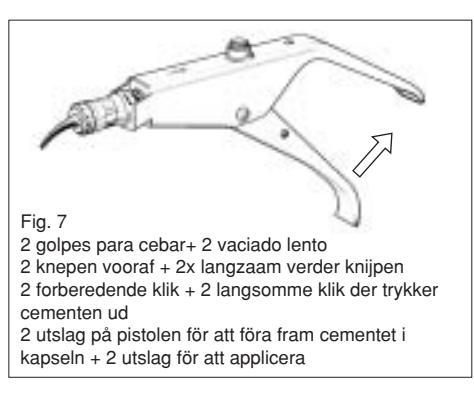

Fig. 7
b) Premere due volte la leva per innescare la capsula. Premere lentamente la leva una terza volta per controllare che il cemento fuoriesca dall'ugello. Posizionare l'ugello della capsula nel restaura o nella cavità dentale preparata e premere lentamente una quarta volta per estrarre uniformemente il cemento (Fig. 7). Evitare di premere l'applicatore con troppa forza.
b) Dar 2 golpes con la palanca para cebar (preparar) la cápsula. Dar el tercer golpe despacio para controlar si el cemento está saliendo de la boquilla. Poner la boquilla de la cápsula, directamente, en la restauración en la cavidad preparada del diente y dar el cuarto, golpe, lentamente, para que salga el cemento (Fig. 7). Hay que evitar poner mucha fuerza en el aplicador.
b) Knijp de hendel 2 tot 3 keer in tot het cementmengsel in de tip zichtbaar wordt. Plaats de tip in de preparatie en knijp de hendel langzaam verder in, zodat het cementmengsel gelijkmataig in de caviteit stroomt (Fig. 7). Druk de hendel van de applicatie tang niet te krachtig in om blokkeren te voorkomen.